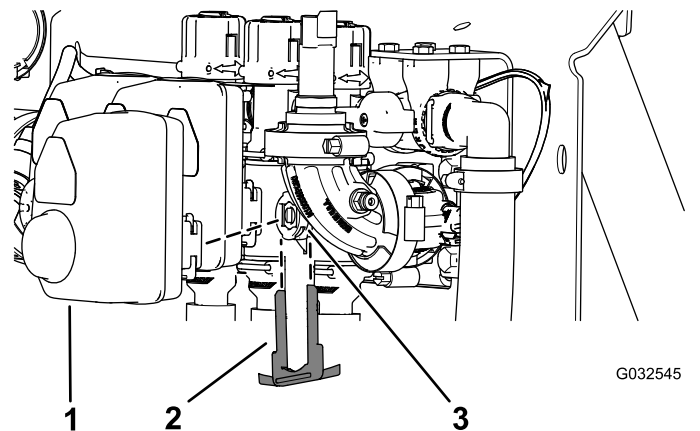

Figura 105
2. Retire o retentor que fixa o acionador à válvula do coletor para válvula de secção ou válvula de agitação (Figura 105).